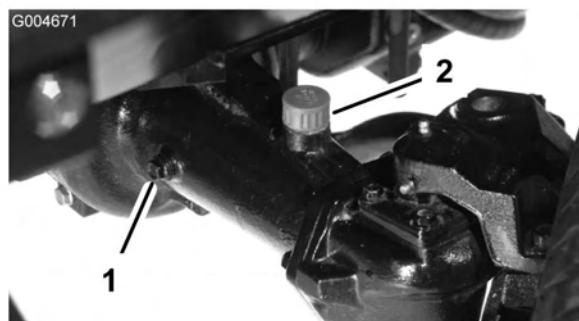

Figura 12
- Retire o tampão de verificação que se encontra numa das extremidades do eixo (Figura 12) e certifique-se de que existe lubrificante até ao fundo do orifício. Se o nível estiver baixo, retire o tampão de enchimento (Figura 12) e adicione lubrificante suficiente para o nível de lubrificante subir até ao fundo do orifício do tampão de verificação.